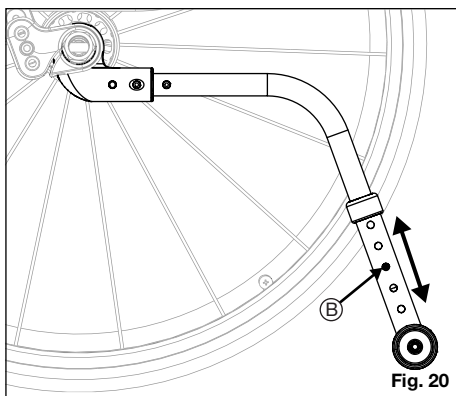

Fig. 20
Hvordan justere høyden på hjulutstrekkningen (fig. 20)
1. Trykk utløserstiften for tippsikringshjulet slik at utløserstiften (fig. 20:B) trekkes inn.